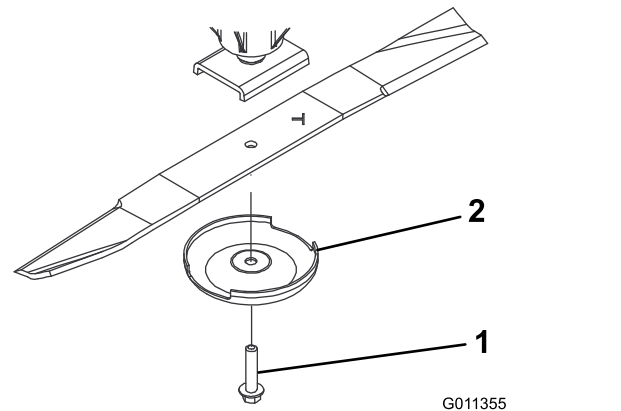

Figura 70
3. Segure a extremidade da lâmina utilizando um trapo ou uma luva grossa e retire o parafuso da lâmina, recipiente antidanos e a lâmina do veio do eixo (Figura 70).
4. Utilize o dispositivo antidanos e o parafuso da lâmina para instalar a lâmina com a aba virada para a plataforma de corte (Figura 70).